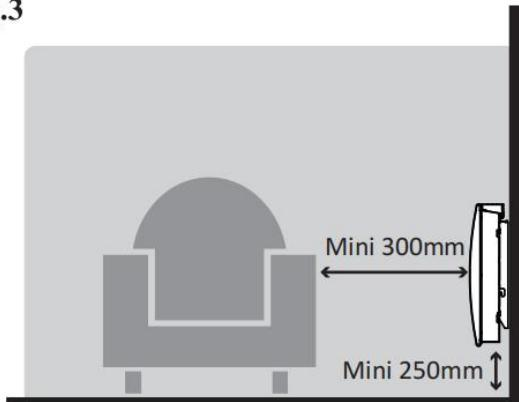

fig.4
2. Démonter le support mural en desserrant la vis (pas dévisser, desserrer seulement) et sortir la partie pivotante de son emplacement (3 de la figure 1). Enlever le support du panneau rayonnant en le tirant vers le bas (Figure 4).